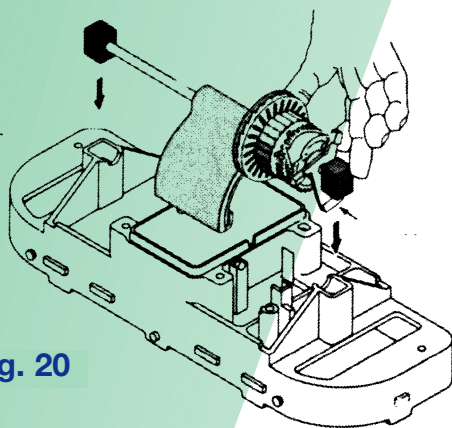

Fig. 20
- ▶ Installez la longue tige et les blocs dans la tête de balai avec le grand bras de l'arbre à came vers le bas (Fig. 20).